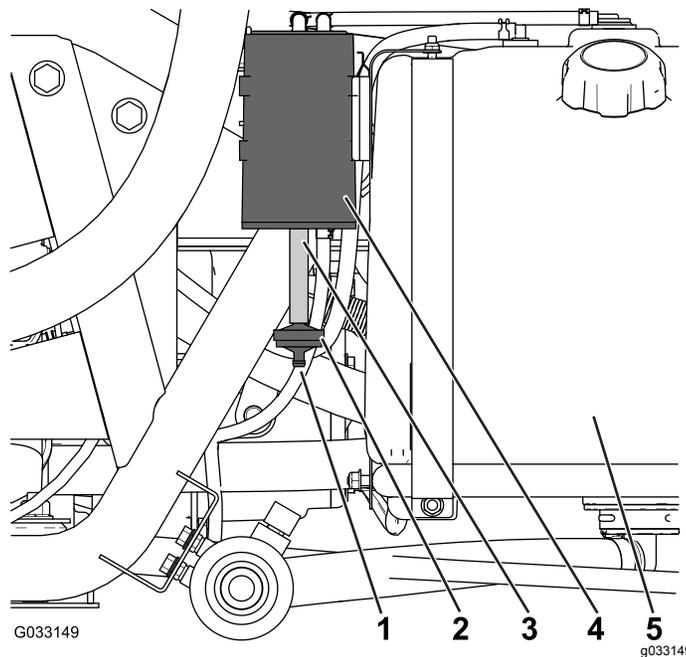

图42
检查碳罐空气过滤器底部的开口确保开口清洁且没有任何杂物和障碍 图42。
1. 从碳罐底部的软管拆下碳罐过滤器的宝塔接头然后取出过滤器 图42。